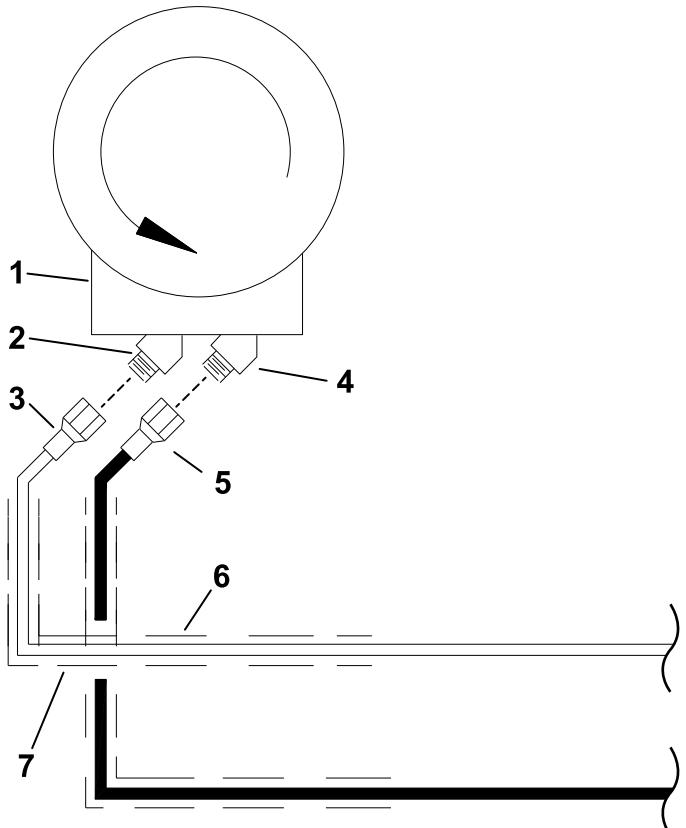

Рисунок 20
- Установите кожух шланга длиной 122 см поверх гидравлического шланга, входящего в комплект поставки сборщика кернов (Рисунок 20).
- Установите кожух шланга длиной 224 см на гидравлический шланг В длиной 330 см (8 MP – 6 MP), как показано на Рисунок 20.
- Подсоедините гидравлический шланг, входящий в комплект сборщика кернов, к отверстию А гидромотора подъемника (Рисунок 20).
- Подсоедините гидравлический шланг В длиной 330 см (8 MP – 6 MP) от быстроразъемного соединителя отверстия В автомобиля Workman к отверстию В на гидромоторе подъемника (Рисунок 20).